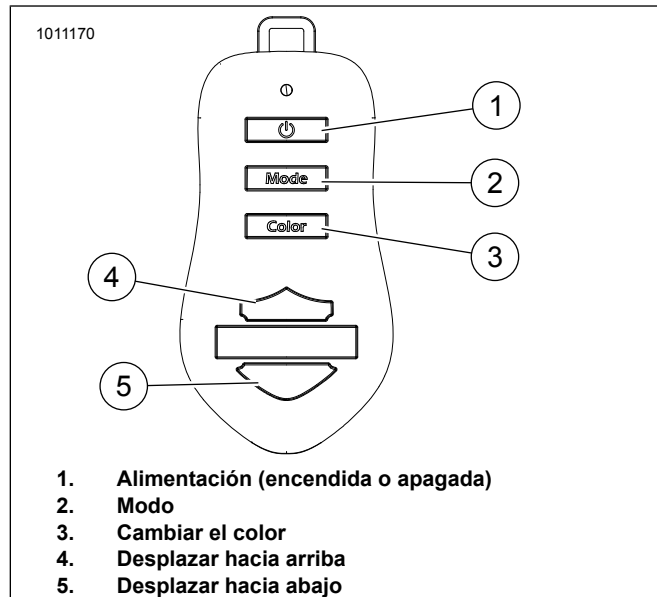

Figura 3. Llavero con mando a distancia
2. Consulte la Figura 3. Presione el botón de Alimentación (1) en el llavero con mando a distancia.
1. Consulte la Figura 3. Presione el botón Modo (2) para alternar por los tres modos.
- b. Presione el botón Desplazar hacia arriba (4) para aumentar gradualmente la velocidad. Sostenga para aumentar la velocidad rápidamente.
- c. Presione el botón Desplazar hacia abajo (5) para disminuir gradualmente la velocidad. Sostenga para disminuir la velocidad rápidamente.
1. Consulte la Figura 3. Presione el botón Cambiar de color (3) para desplazar y cambiar las zonas de color.